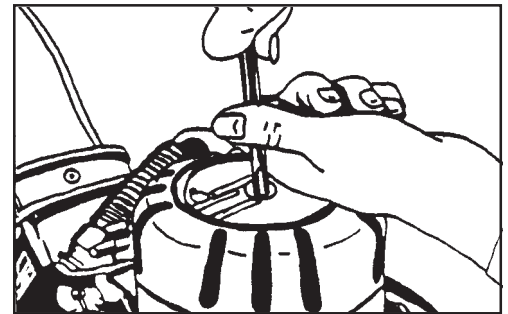

Figura 11
1. Extraiga la cubierta del motor. Consulte la figura 11.